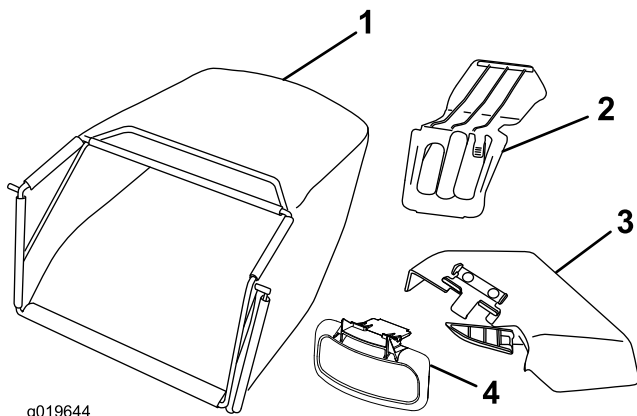

Figura 10
5. Cuando el motor arranque, mueva la palanca de control del acelerador a la posición de **Rápido** (Figura 10).